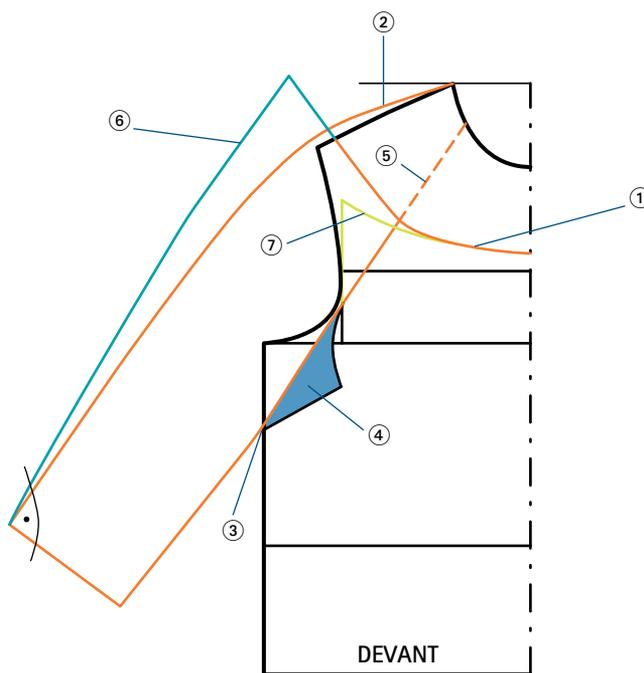

FIG. 1
- ① Fixer la forme du plastron à la hauteur souhaitée (ex. 15 cm).
- ② À partir de l'encolure, tracer la ligne du haut de la manche en suivant tout d'abord la ligne d'épaule puis en faisant un angle avec l'horizontale environ égal à 45° sur une longueur égale à la longueur de la manche ; arrondir l'angle formé. Puis, sur une perpendiculaire à cette ligne de la manche, reporter la moitié de la largeur du bas de manche.
- ③ Descendre l'emmanchure de 6 à 8 cm sur le côté, fermer la construction de la manche, puis, avec une droite, joindre le creux de l'emmanchure.
- ④ Retracer le petit triangle obtenu « en miroir » (fig. 1, en bleu).
- ⑤ Tracer une ligne de découpe droite qui part de l'emmanchure au niveau de la pointe haute du triangle et rejoint l'encolure au tiers du tour d'encolure devant.
- ⑥ Prolonger la ligne de découpe sur la manche (ici de 10 cm) pour obtenir plus de tissu à froncer (fig. 1, en bleu).
- ⑦ Puis, de la même valeur, élargir la découpe du plastron du devant (fig. 1, en vert).